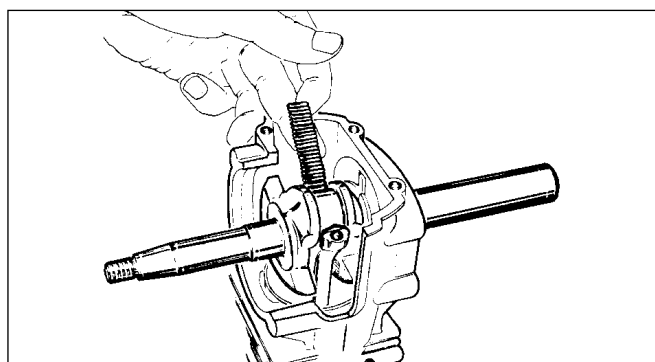

Abb. 13
- Stellen Sie den zusammengebauten Motorblock (Zylinder, Kolben, Pleuel und Kurbelwelle) auf einer ebenen Fläche ab (Abb. 13) und bringen Sie den Kolben in den unteren Totpunktbereich.